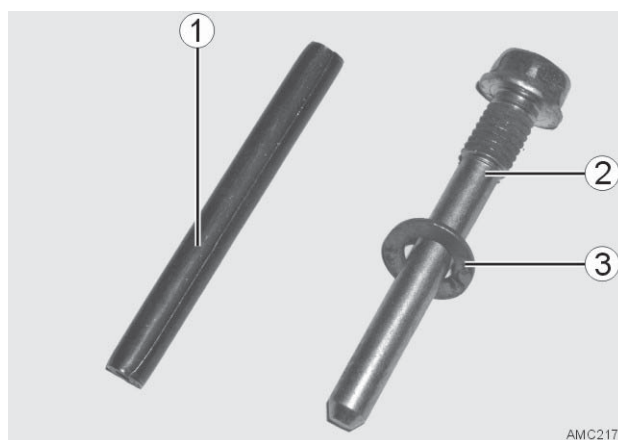

Bild 18
17. Prüfen ob der Spannstift oder die Sechskantschraube (Bild 18) durch die Bohrung im Achsrohr und durch die Nut des Drehstabes passt.